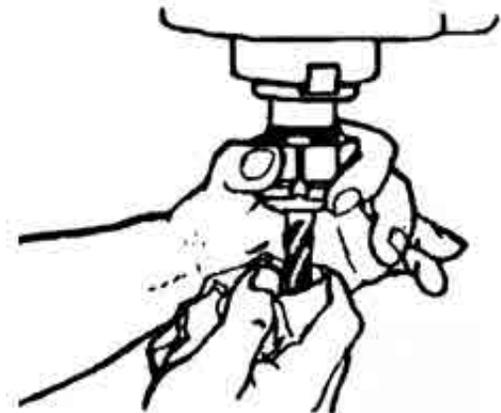

Fig. 7
- 2º PASO : Monte la fresa en el porta fresa y apriete suavemente (Figs. 7 y 8).